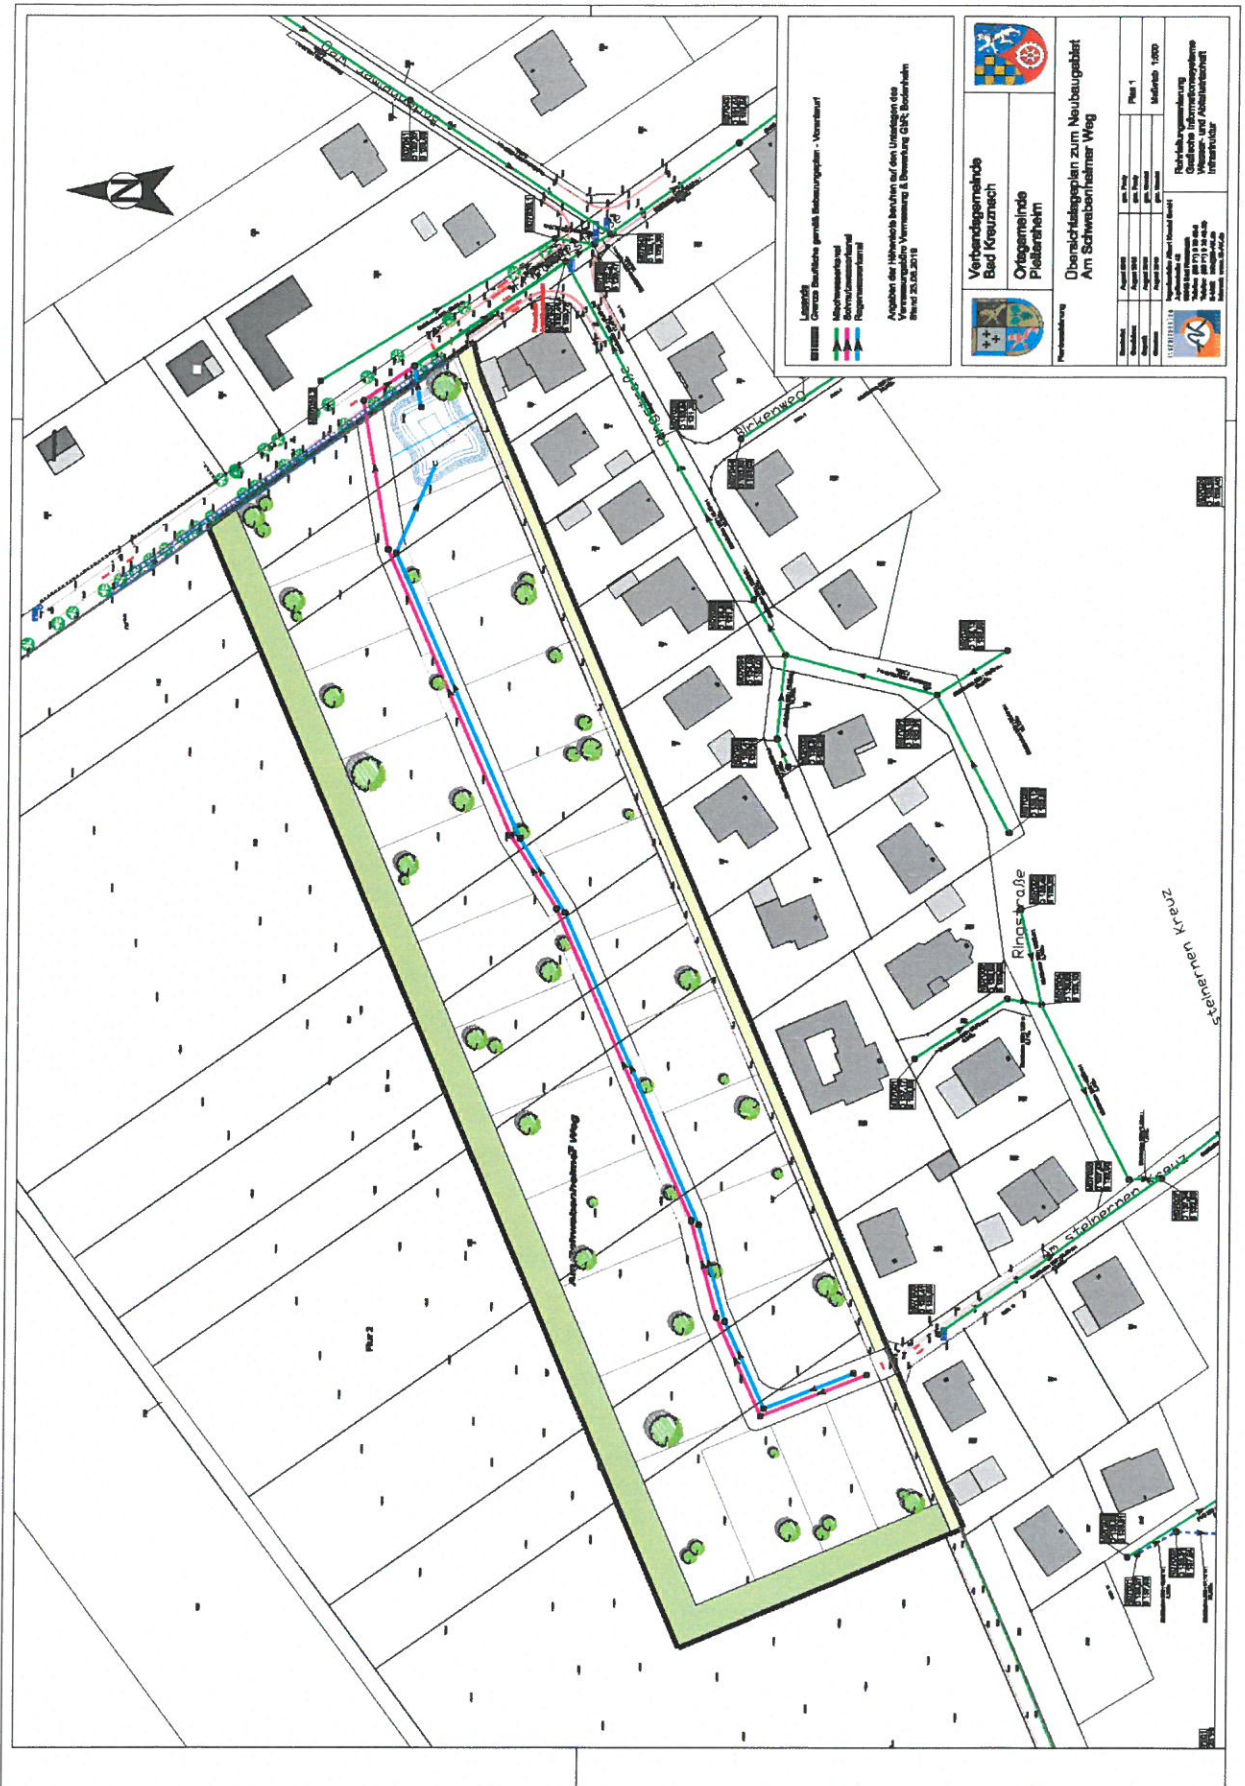

Abbildung 3: Potentielle Baufäche mit Angaben Grenze der Baufäche und möglichen Anschlusspunkten
- Ein Anschluss für das gesamte Gebiet an die Mischwasserkanalisation im Schacht M07037 in der Friedhofsstraße. (siehe folgende Abbildung 3)